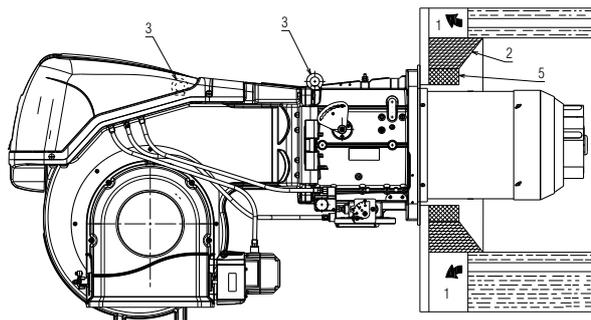

Fig. 16
Para calderas con paso de humos delantero 1)(Fig. 16 en la pág. 22) o con cámara de inversión de llama, colocar una protección de material refractario 5) entre el refractario de la caldera 2) y el embudo llama 4).
En calderas con frontal refrigerado por agua, no es necesario el revestimiento refractario 2)-5)(Fig. 16 en la pág. 22), salvo que lo indique el fabricante de la caldera.
Prepare un sistema adecuado de elevación en-ganchándolo a los anillos 3)(Fig. 16).
- Colocar la protección térmica suministrada con la instalación en el tubo llama 4)(Fig. 16).